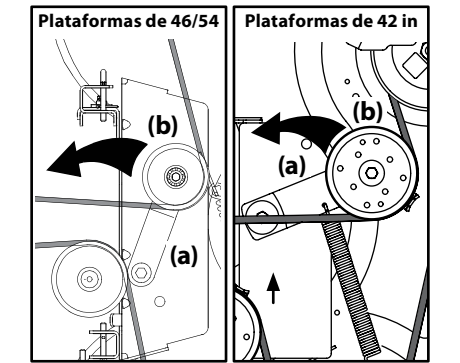

Figura 4-9
- Desde la parte media del tractor, haga girar el soporte de polea loca (a) y la polea loca móvil (b) hacia atrás, separándola de la parte posterior de la correa en "V" a una distancia suficiente que permita levantar la correa, por encima de la polea loca (b). Consulte la Figura 4-9.